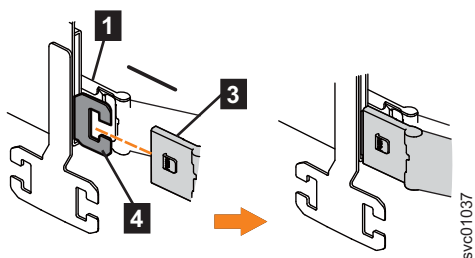

図 75. サポート・レールの内部メンバーへの上部 CMA の内部コネクタの取り付け
3. 90 ページの図 75 に示すように、上部 CMA アセンブリーの内部コネクタ (**3**) を、左側のサポート・レールの内部メンバー (**4**) に取り付けます。